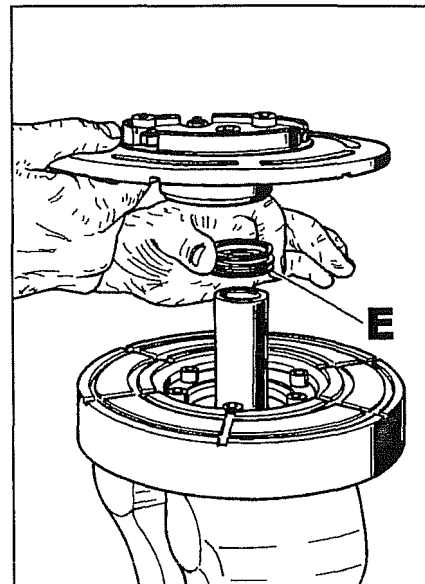
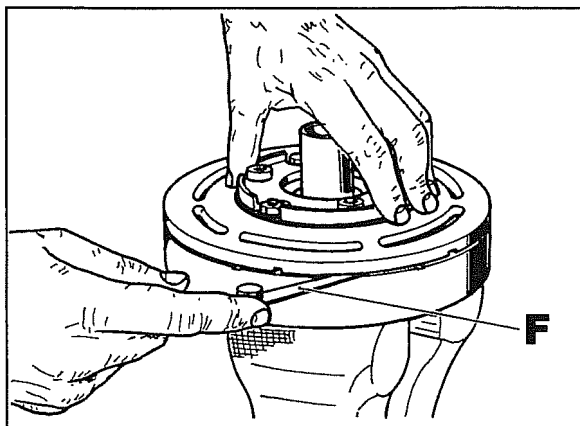

Fig. 15
Fig. 16
- Usar un tubo idóneo para los cojinetes, luego en la morsa efectuar el ensamblado como se ve en la fig. 15 usando los distanciadores E desmontados precedentemente.
- Medir con un calibre de espesor F fig. 16 la distancia entre los dos discos. Dicha distancia debe resultar de 0,6 mm, eventuales diferencias por exceso o defecto deben ser recuperadas con los distanciadores E fig. 15.